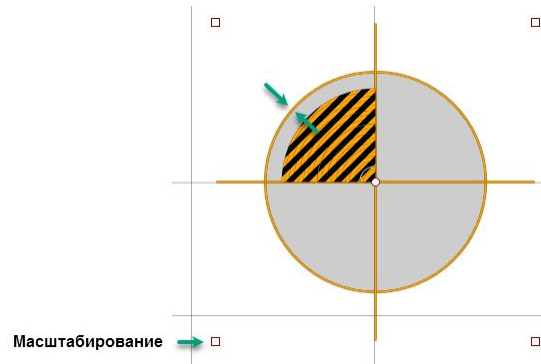

Рис. 41 Масштабирование. Совмещение отверстия с символом отверстия
4. Выполнить масштабирование символа с отверстием, совместив круг символа с границей круга отверстия, Рис. 41.